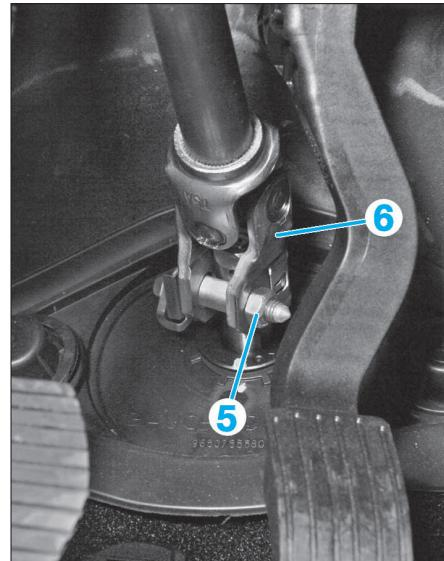

FIG. 14
- Déposer le clip de sécurité bloquant la vis (5) (Fig.14).
**! Verrouiller l'antivol de direction, roues droites. Ne le déverrouiller qu'après repose de la vis (5).**